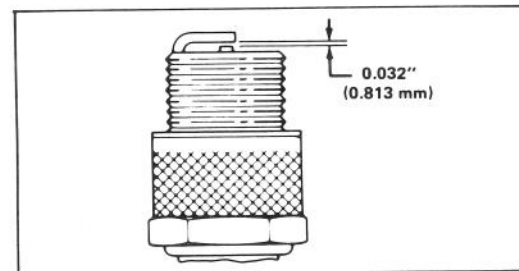

Figure 17
3. **INSTALLATION DE LA BOUGIE** — Fixez l'écartement (Fig. 17) entre les électrodes à 0,032" (0,81 mm). Installez la bougie et serrez à 15 pieds-livres (20,4 N.m). Si vous n'utilisez pas de clef dynamométrique, serrez la bougie fermement. Branchez le câble sur la bougie et remontez le tableau de commande.